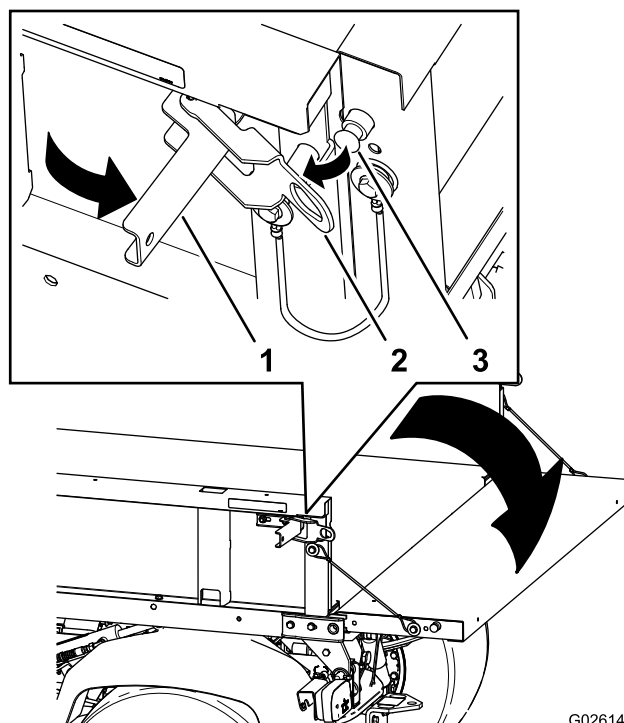

Рисунок 22
2. Откройте защелки на левой и правой сторонах грузового кузова и опустите откидной борт (Рисунок 22).